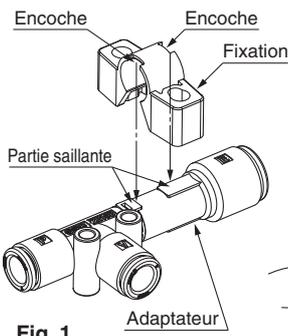

Fig. 1
- 1) Alignez l'encoche de la fixation et la partie saillante de l'adaptateur. Enfoncez la fixation sur l'adaptateur (Fig.1).